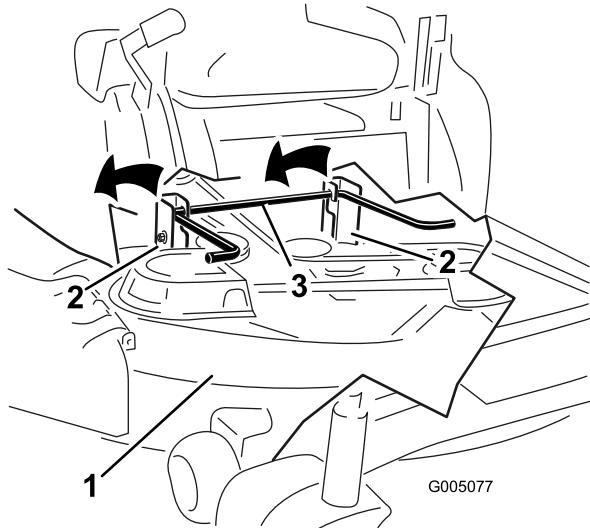

Bild 53
- Heben Sie das Mähwerk und die Hängeprofile über die hintere Hubstange und senken Sie das Mähwerk vorsichtig auf den Boden ab (Bild 53).
5. Heben Sie das Heck des Mähwerks an und führen Sie die Hängeprofile über die hintere Hubstange (Bild 53).